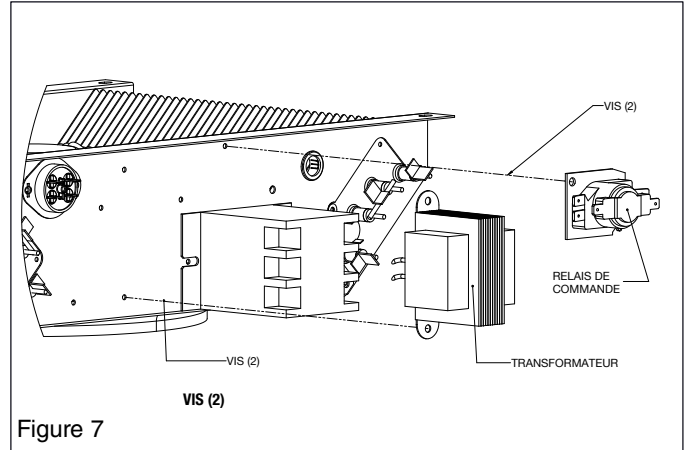

Figure 7
2. Pour câbler le relais, voir le schéma de câblage, figure 7, et effectuer ce qui suit :
1. Installez le transformateur et le relais (FIR-TR4-Z OR FIR-TR7-Z) tel qu'indiqué à figure 7.